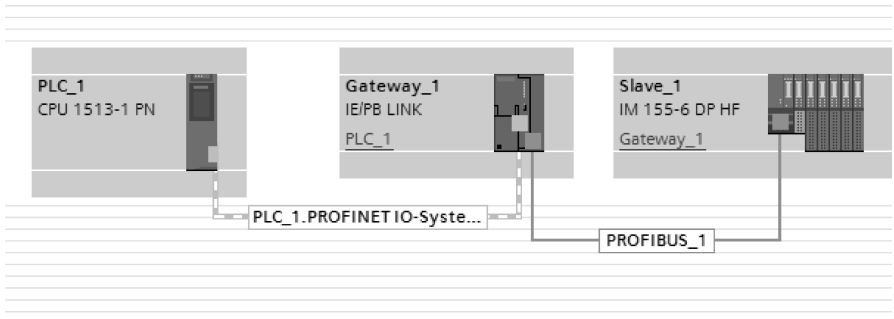

图 7-49 组态 IE/PB Link
- 3) 将 IE/PB Link PN I/O）分配给 CPU，如图 7-49 所示。